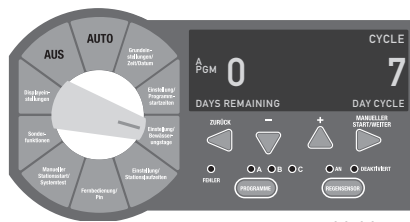

Abbildung 1
1. Mit der **PROGRAMM**-Wahltaste wählen Sie das Programm (**A**, **B** oder **C**), in dem Sie einen regelmäßigen Bewässerungszyklus hinterlegen wollen (Abbildung 1).